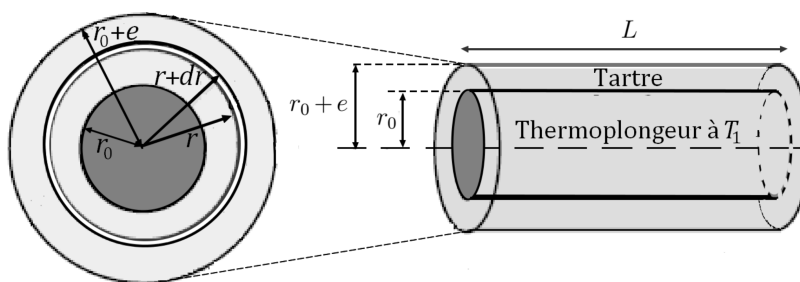

Fig. 1.2 – Schéma du thermoplongeur recouvert de tartre
Pour chauffer l'eau de la cuve, le chauffe-eau électrique est muni d'un thermoplongeur constitué d'un fil résistif parcouru par un courant électrique qui s'échauffe par effet JOULE. Ce fil est recouvert d'un isolant et le tout est placé dans un tube blindé. On assimile ce thermoplongeur à un tube d'acier de longueur L , de rayon r_0 et dont la température de surface est maintenue à T_1 (figure 1.2).
2. À l'aide d'un bilan d'énergie portant sur le cylindre infinitésimal de tartre de rayon interne r et de rayon externe $r + dr$ tel que $r_0 < r < r_0 + e$ (figure 1.2), montrer que la composante radiale du vecteur densité de flux thermique $j(r)$ satisfait l'équation différentielle :